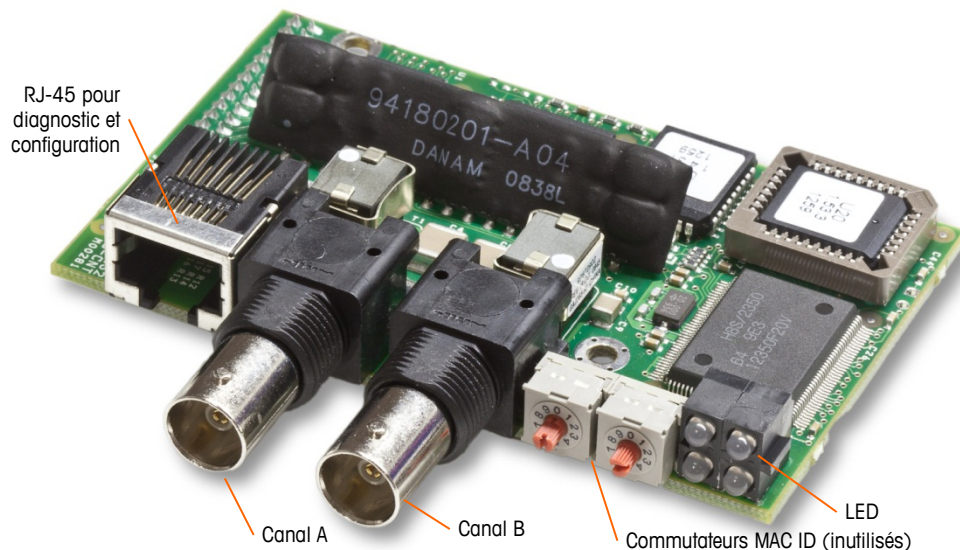

Figure 2-59 : Composants et connexions API ControlNet
Le module API ControlNet (Figure 2-59) se connecte au réseau ControlNet au moyen d'un câble dérivé du câble principal d'origine. L'option prend en charge une connexion ou deux (pour la redondance). Le canal A correspond à la connexion normale et le canal B (redondant avec le canal A) peut être utilisé si ControlNet ne détecte aucun signal sur le canal A. Veuillez noter que l'adresse du module est définie dans le logiciel et que les commutateurs ID MAC indiqués à la Figure 2-59 ne sont pas utilisés.
- **Ne branchez pas** de câble Ethernet sur le connecteur RJ-45 présenté à gauche sur la Figure 2-59. Cette connexion n'est pas utilisée.